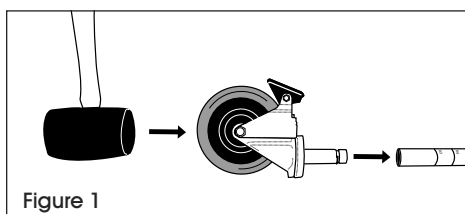

Figure 1
1. Assurez-vous que le montant est positionné comme illustré. (Voir Figure 1)
2. Actionnez le frein des roues pour empêcher le mouvement des roulettes lors du montage. Utilisez un maillet en caoutchouc pour tapoter la tige des roulettes dans les montants. (Voir Figure 1)